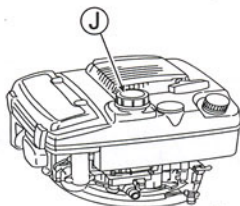

Рис. 3.
- 1 Снимите крышку топливного бака (J) и залейте бензин. Немедленно вытрите бензин тряпкой, если Вы пролили его. (См. рис. 3.)
- 2 Плотно закройте крышку топливного бака (J) после заправки.